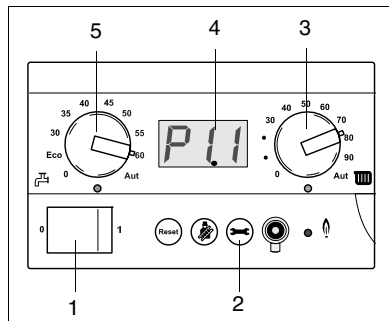

Fig. 2 BC10 - Tryckåtergivning [bar]
- Sätt påsättnings-/avstängningsknappen i läget "1" (fig. 2, pos. 1).
- Kontrollera vattentrycket genom att trycka på serviceknappen (fig. 2, pos. 2) på BC10 (apparatens manövreringsenhet) en eller flera gånger tills det på displayen står P_x.x, till exempel P1.0 (fig. 2, pos. 4). Det optimala fyllningstrycket ligger på 1,0 till maximalt 2,0 bar. Om trycket ligger under 1,0 bar, följ anvisningarna i kapitel 4.2 "Påfyllning och luftning av värmeanläggningen", gå i annat fall vidare till kapitel 4.3 "Ibruktagning".
- Sätt påsättnings-/avstängningsknappen (fig. 2, pos. 1) i läget "1".
- Tryck på serviceknappen (fig. 2, pos. 2), tills det på displayen står P_x.x , exempelvis P1.1 .
- Sätt inställningsknappen, varm- och förbrukningsvatten i läget "0" (fig. 2, pos. 3 och 5).
- Tryck på serviceknappen några gånger tills tryckåtergivningen (t.ex.: P1.1 - se fig. 2, pos. 2) visas.